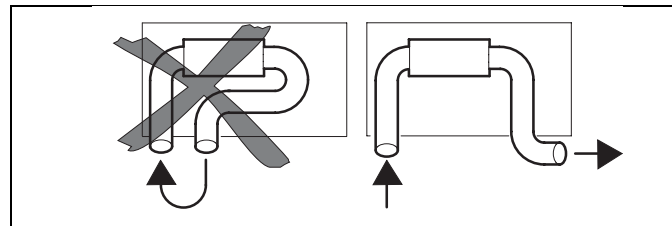

Fig. 7 Entrée et sortie de l'air du chauffage
- court-circuit d'air entre l'entrée et la sortie de l'air de l'appareil de chauffage (figure 7)